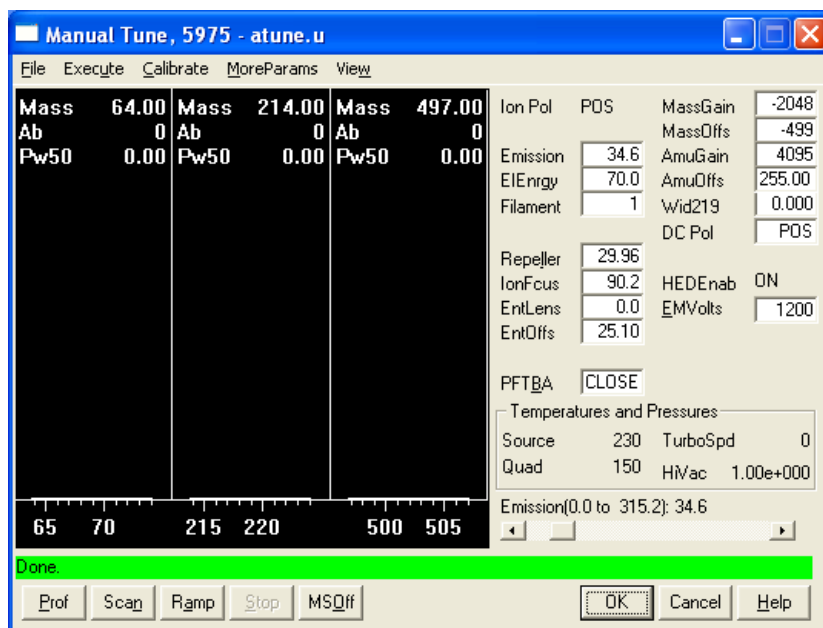

Figure 13 Paramètres de réglage
- 1 Dans la vue de commande de l'instrument "Instrument Control", sélectionner l'édition des paramètres de réglage **Edit Tune Parameters** dans le menu Instrument (Figure 13).